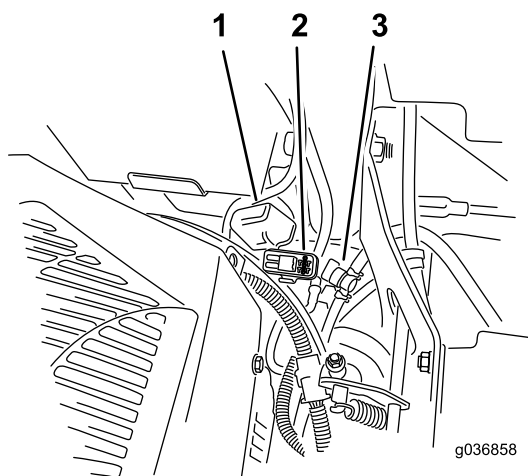

Рисунок 56
Предохранители расположены на правой консоли рядом с сиденьем (Рисунок 56).
2. Установите новый предохранитель (Рисунок 56).